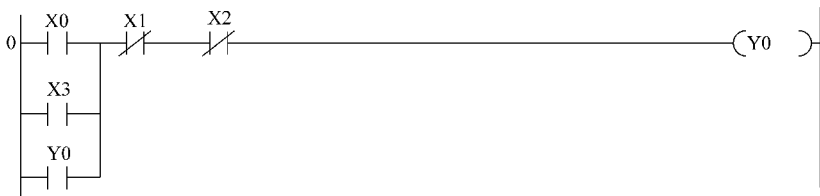

图 3-29 PLC 梯形图 (19)
10. 如图 3-29 所示, PLC 梯形图实现的功能是 ()。